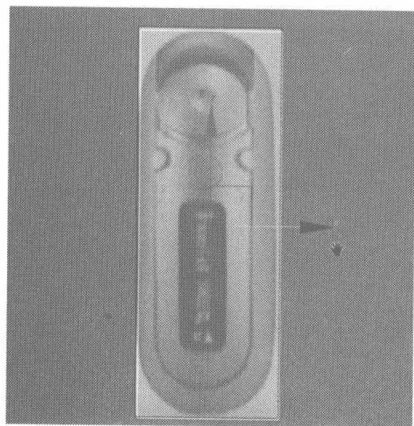

图 3.9
- 07 在 Front 视图将建立的 Box 调整到与 MP3 贴图大小相符合，如图 3.9 所示。再在 Hierarchy 控制面板中单击 **Affect Pivot Only** 按钮，仅影响轴，再单击 **Center to Object** 按钮将轴心移动到 Box 中心，然后再单击 **Affect Pivot Only** 按钮将其关闭。